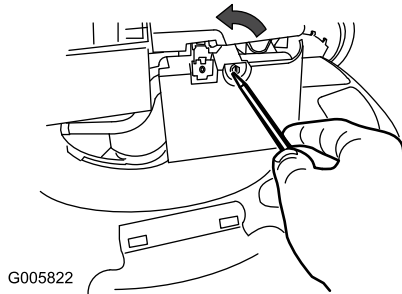

Figure 21
1. Ouvrez le couvercle du filtre à air avec un tournevis (Figure 21)